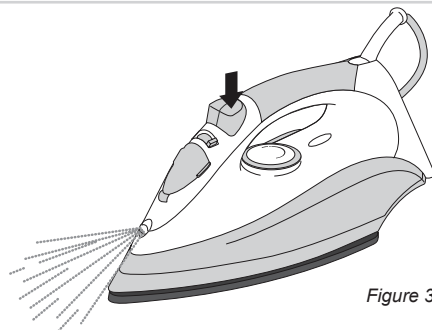

Figure 3
Le spray vous permet d'humecter l'étoffe que vous êtes en train de repasser. Ceci aide à lisser l'étoffe. Vous pouvez utiliser le spray pour tous les \température: mettez le bouton de fonction spray (6) sur la position '...' et il suffit d'appuyer sur le bouton (voir la figure 3).